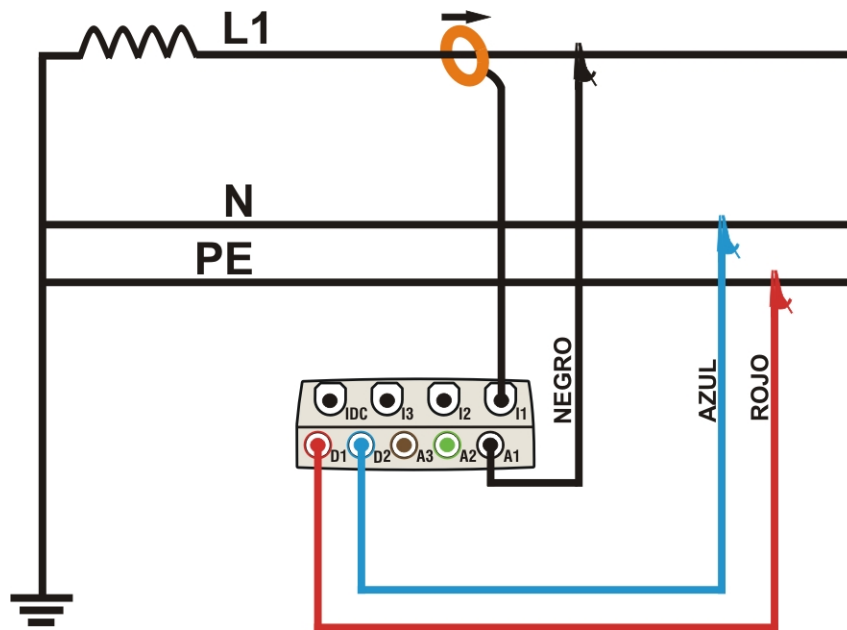

Fig. 222: Conexionado del instrumento en un sistema MONO
2. Conecte los cables de medida de la tensión sobre los conductores de Fase, Neutro y Tierra respetando los colores como muestra la Fig. 222.
3. Conecte la pinza de corriente sobre el conductor de Fase L1 como muestra la Fig. 222 **respetando el sentido de la flecha** presente sobre la misma pinza, indicando la dirección convencional de la corriente generada por la carga. **Verifique siempre, en la pantalla de la sección Visualización Medida, que la Potencia Activa P sea siempre positiva y que el factor de potencia Pf correspondiente a la carga, normalmente inductiva,** antes de activar un registro. En caso de valores negativos de la potencia activa gire la pinza 180° sobre el conductor